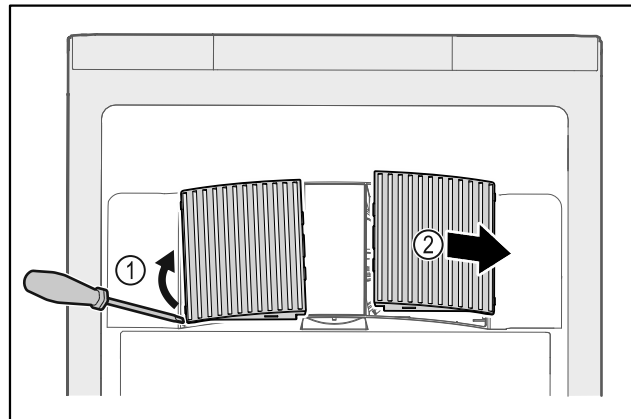

Fig. 145
- ▶ Кожух вентилятора обережно підважити зі сторони Fig. 145 (1) і витягнути рухом вперед Fig. 145 (2).